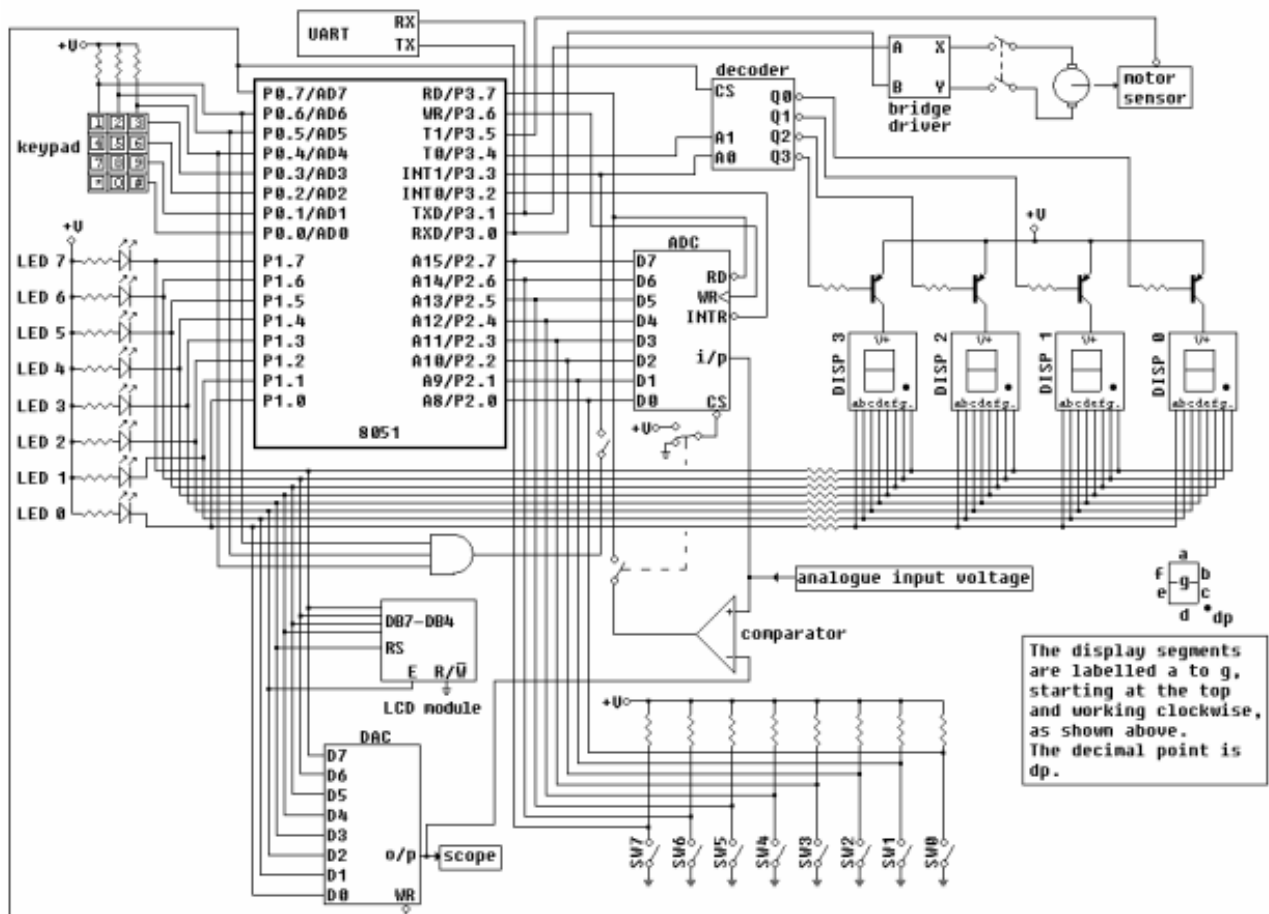

Рис. 1. Схема підключення семисегментного дисплею і двигуна постійного струму
Схема електрична принципова підключення 7-сегментного дисплею та двигуна постійного струму, роботу якої симулює EdSim51, показана на рис. 1.
1. Використовуючи електричну принципову схему (рис. 1), пояснити, як під'єднаний двигун постійного струму до мікроконтролера.